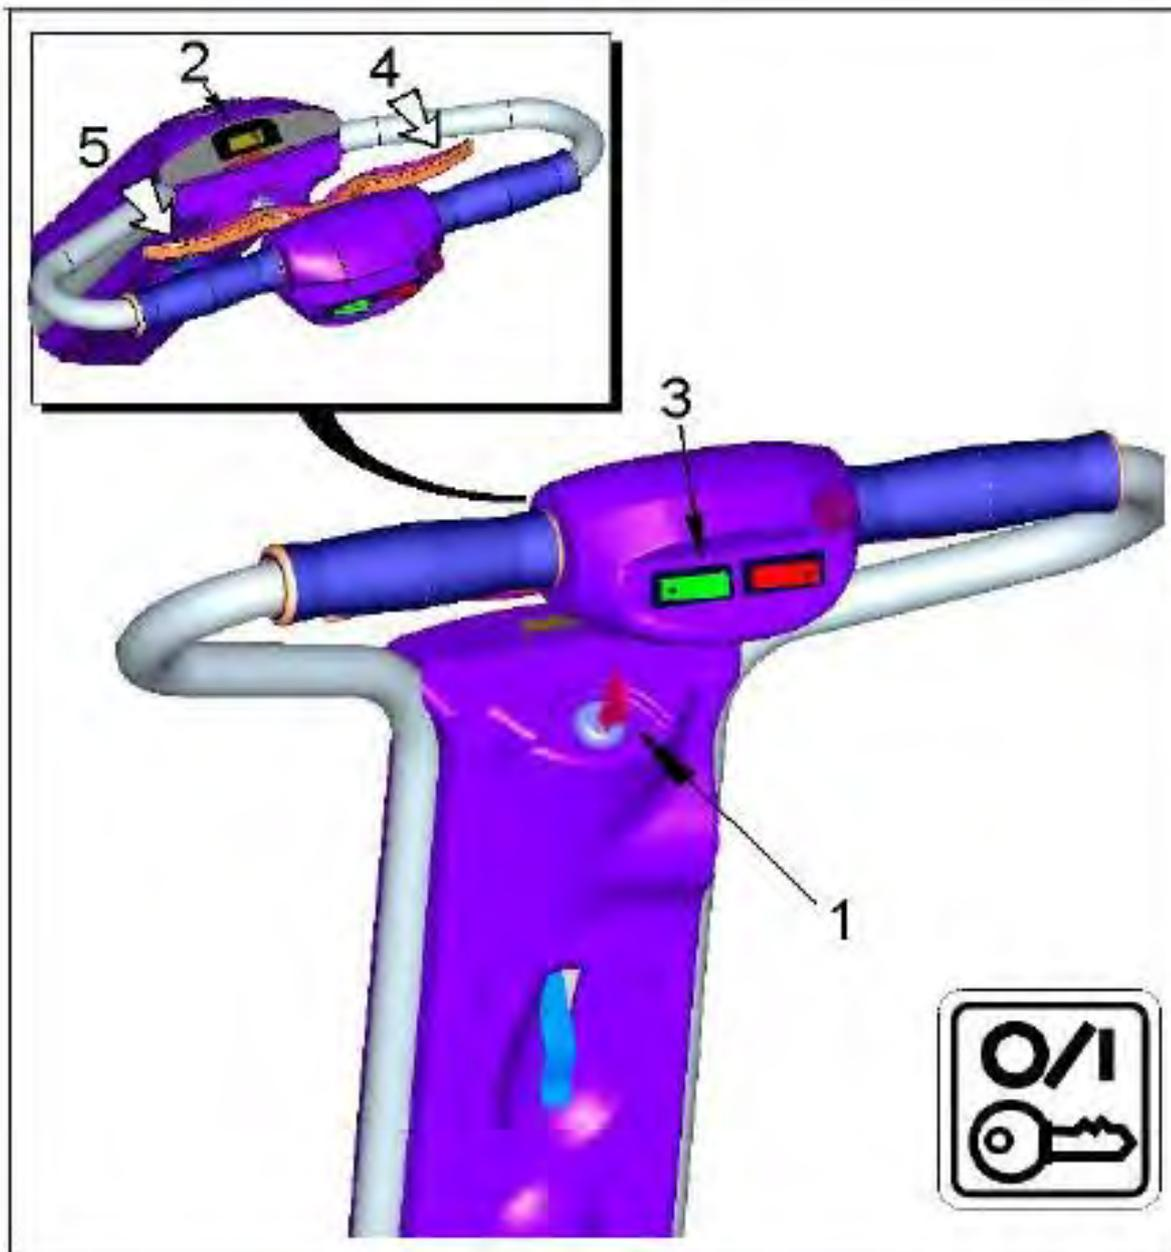

Figura 10
Ver figura 10:
- Ponga la llave de contacto (1) y gire hacia la derecha hacia la posición ON. La llave se mantendrá en esta posición.
- Una luz en el salpicadero marcada como ON (2) debe encenderse indicando que el Caddy está listo para salir. (Véase figura 10)
- Ponga el selector de velocidad (3) en el modo de conducción lenta (Tortuga).
- Ahora se puede impulsar al apretar el acelerador de mano derecha (4). Usted puede conducir hacia atrás, apretando con la mano izquierda la palanca del acelerador (5). Cuando usted conduce marcha atrás, el claxon suena de forma intermitente indicando esta operación. Los dos aceleradores estarán apretados.